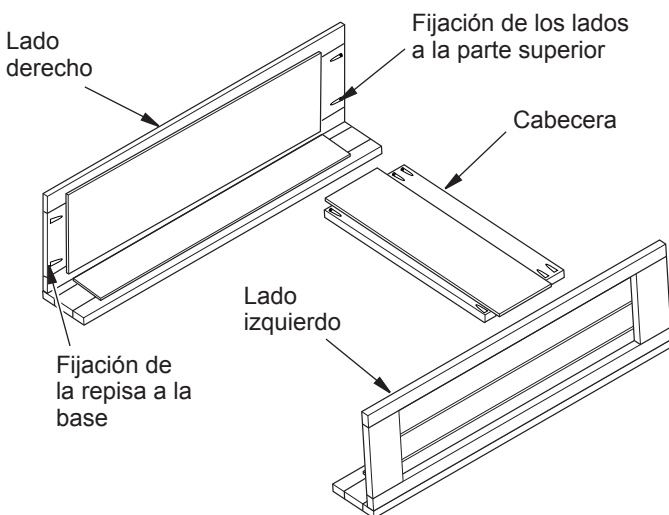

Figura 2 - Instalación de la cabecera
2. Coloque la cabecera entre los ensamblados de los tramos derecho e izquierdo (consulte la figura 2). La parte superior de la cabecera debe estar nivelada con la parte superior de los ensamblados de los tramos laterales.